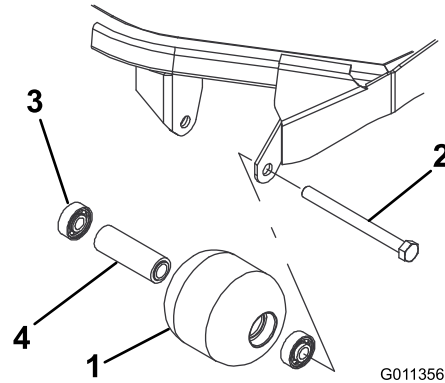

図 74
1. ローラ取り付けボルトを外す 図 74。
4. ローラハウジング、ベアリング、ベアリングスペーサに破損がないか点検する 図 74。破損している部品を交換し、組み立てを行う。
1. 第一のベアリングをローラハウジングに押し込む 図 74。アウターレースのみを押すか、インナーレースとアウターレースを均等に押すかする。
2. スペーサを入れる 図 74。
3. 第二のベアリングをローラハウジングに入れる 図 74 このときは、インナーレースがスペーサに接触するまで、インナーレースとアウターレースを均等に押す。